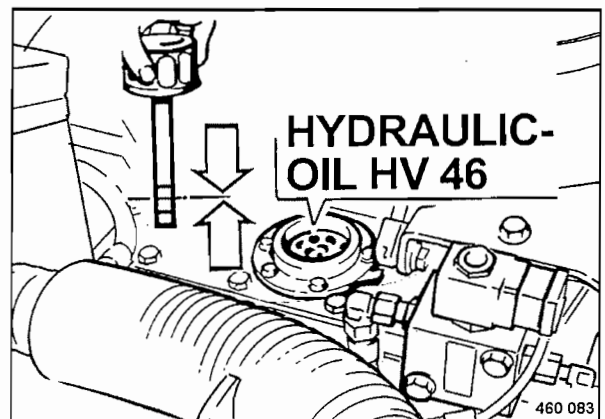

Fig. 121
- Llenar el depósito con nuevo aceite hidráulico (Fig. 121).